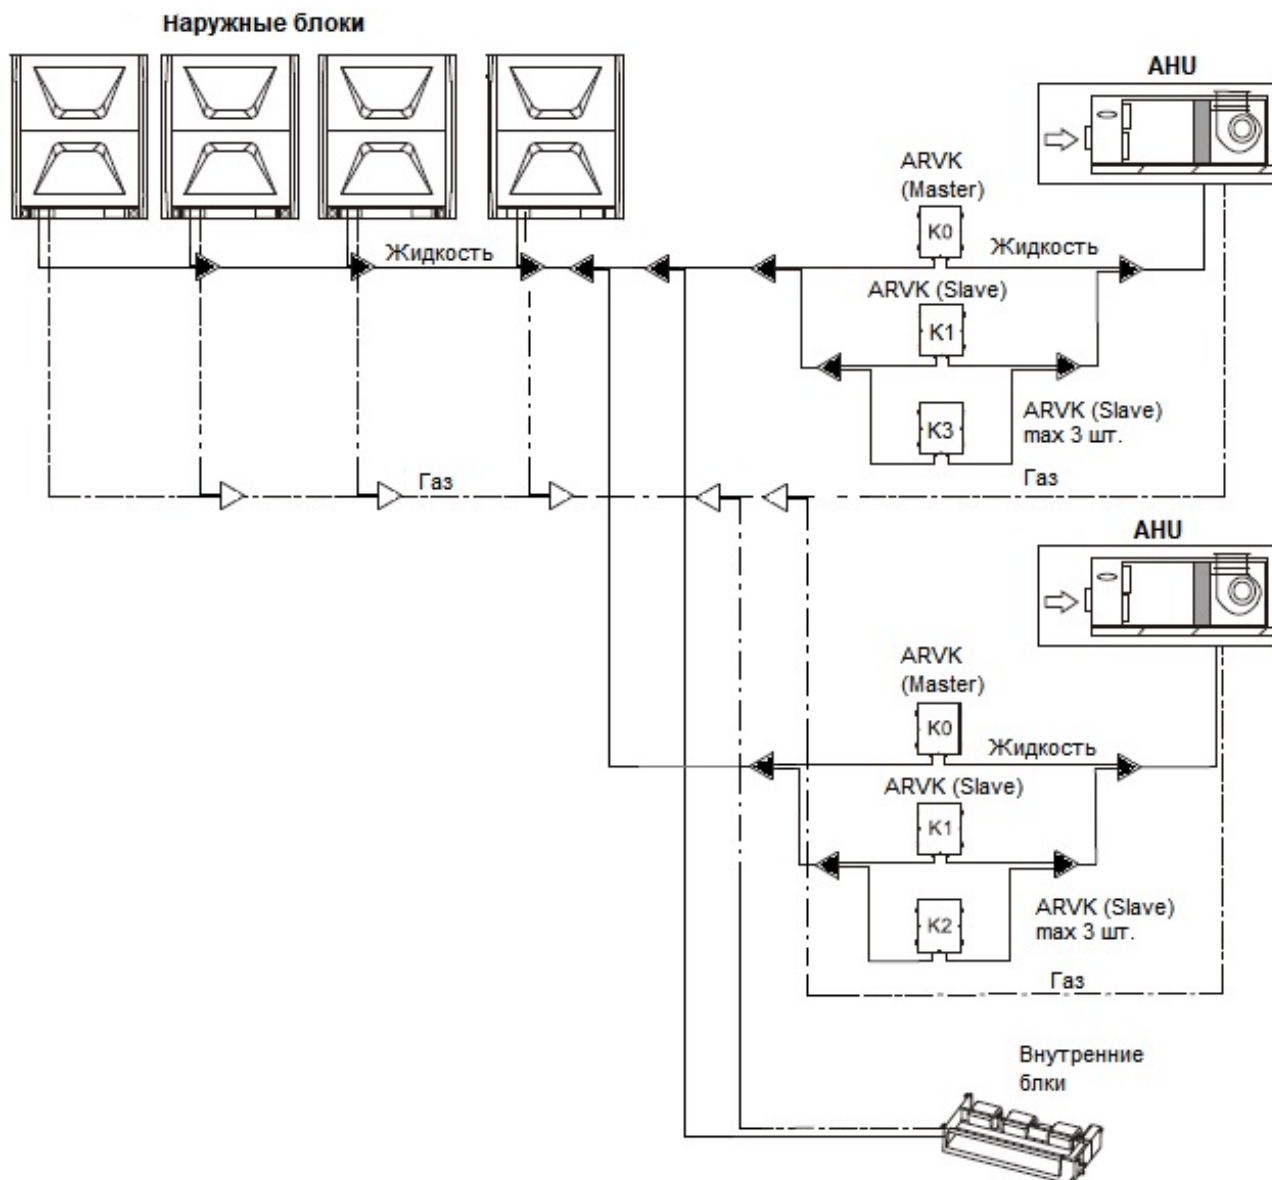

Рис. 3.1
- При одновременном подключении приточной вентиляционной системы (АНУ) и внутренних блоков (IDU) (рис.3.1) их суммарная номинальная мощность должна составлять не более 100% от номинальной мощности наружного блока. При этом номинальная мощность АНУ должна составлять не более 30%